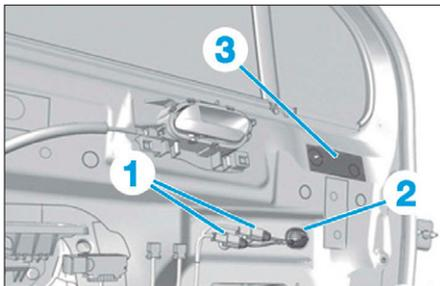

FIG. 71
- Débrancher les connecteurs (1) (Fig.71).
- Extraire le faisceau par l'orifice (2).
- Décoller la pastille adhésive (3).